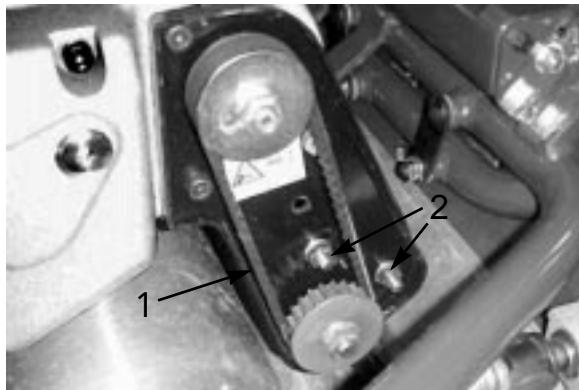

図 42
- A . ペアリング・ハウジング固定ナット(図42)をゆるめる。